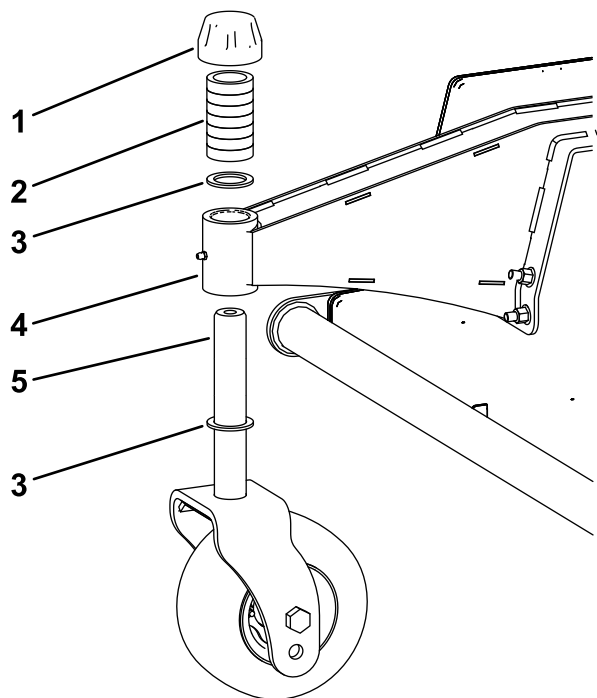

Figura 8
- Montai roțile pivotante la unitatea de tăiere cu o lamă pe ambele părți ale butucului arborelui roii, aa cum se arată în Figura 8.